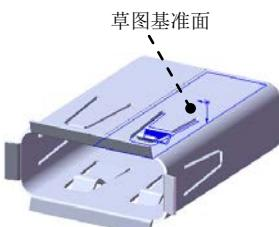
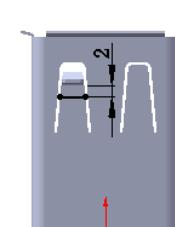

图 10.57 绘制的折弯 8
图 10.59 横断面草图
(4) 单击 按钮，完成绘制的折弯 7 的创建。
Step18. 创建图 10.57 所示的钣金特征——绘制的折弯 8。
(1) 选择下拉菜单 **插入(I)** → **钣金(H)** → **绘制的折弯(S)...** 命令。
(2) 定义横断面草图。选取图 10.57 所示的模型表面为草图基准面，绘制图 10.59 所示的横断面草图。